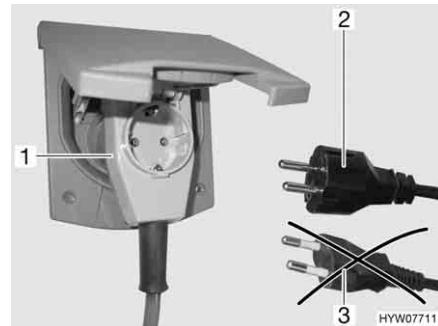

Fig. 104 Collegamento ad un connettore ad angolo provvisto di presa
- ▶ Se si impiega un connettore ad angolo CEE 17 provvisto di una presa integrata sulla parte posteriore (Fig. 104,1), utilizzare esclusivamente una spina IP 44 gommata e sigillata con contatto di terra (Fig. 104,2). Non utilizzare spine senza contatto di terra (Fig. 104,3). Pericolo di scarica elettrica!